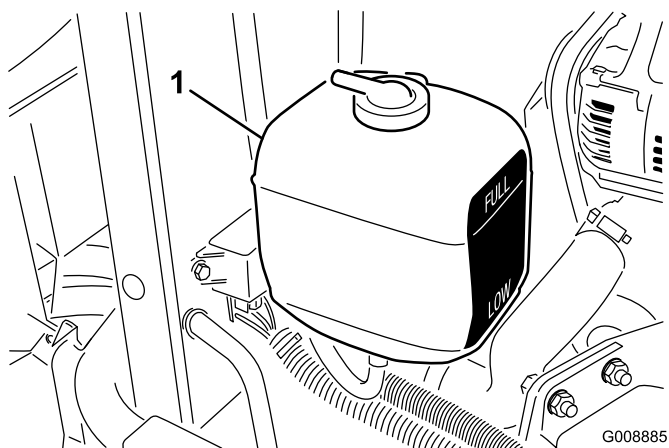

Figura 24
1. Verifique o nível de líquido de arrefecimento do depósito secundário (Figura 24). Num motor arrefecido, o líquido de arrefecimento deve estar entre as marcas existentes no lado do depósito.